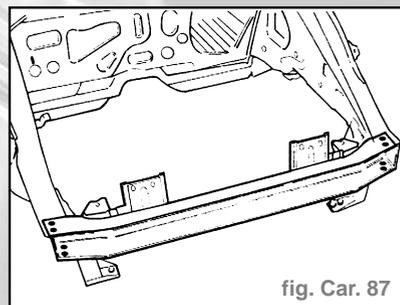

fig. Car. 87
- Effectuer la soudure électrique par points comme indiqué dans la figure (fig. Car. 87).